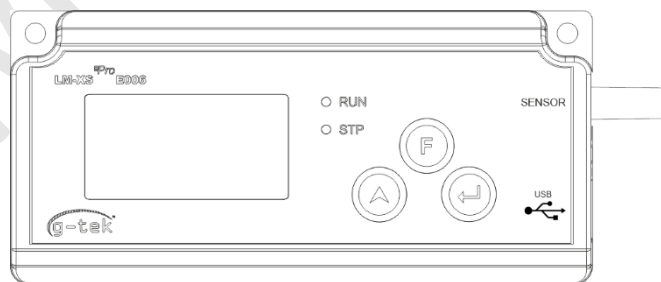

Figura 5 Conector de sensor externo insertado
- El sensor se insertará en el registrador de datos LM-XS Pro E006 utilizando un conector jack estéreo de 3,50 mm de 4 contactos. Conecte el cable del sensor como se muestra en la figura 5.